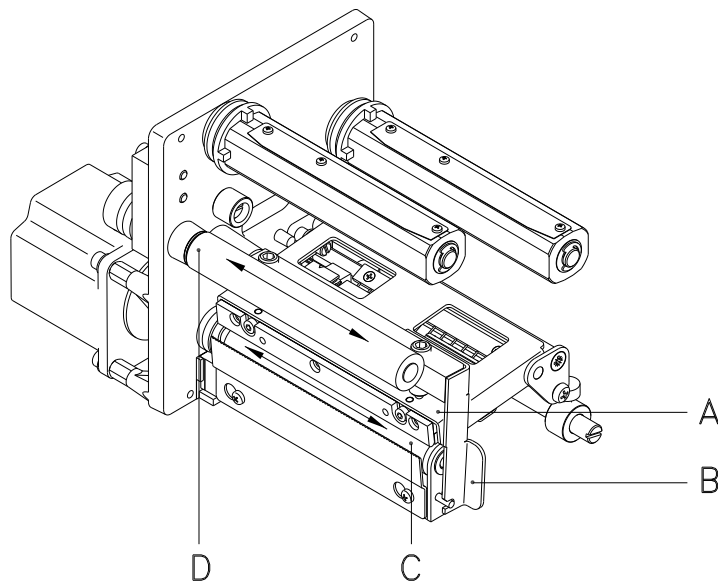

Abbildung 13
2. Roten Andruckhebel (B, in Abbildung 13) gegen den Uhrzeigersinn drehen, um den Druckkopf zu entriegeln.